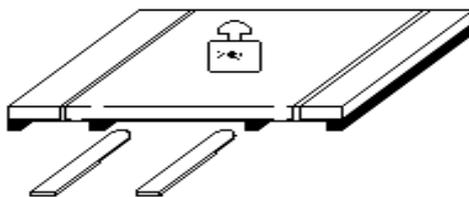
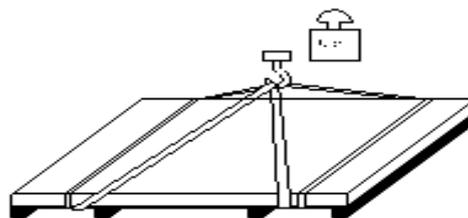

Fig. 1
Fig. 2
A caixa de embalagem é levantada e movimentada por um empilhador (Fig.1 e Fig.2). Se for utilizada uma das duas, as caixas devem ser amarradas com, pelo menos, duas lingas.
2. Medida exterior: (Ver Fig.1)
4.4 A fundação do elevador tem os seguintes requisitos: o betão não deve ser inferior a 250 graus; a área da fundação deve ter 2785 mm de comprimento × 4095 mm de largura × >250 mm de espessura. (Ver Fig. 2)
4.5.1 Quando o betão tiver solidificado com a espessura adequada, coloque as duas colunas, coloque a plataforma entre as duas colunas (ver Fig. 1), instale o fio de ligação e as correntes sincronizadas (ver Fig. 3, 4, 5). Verificar e medir as dimensões e deslocar para o local correto, conforme solicitado, e depois levantar as duas colunas. Depois de se certificar de que as colunas e o pavimento estão perpendiculares, utilize placas de aço e betão para preencher eventuais espaços entre a placa de base e o pavimento. Utilize parafusos de ancoragem M18*160 para fixar a placa de base.
4.5.3 Ligue a tubagem do sistema hidráulico. (Fig. 1, 6)